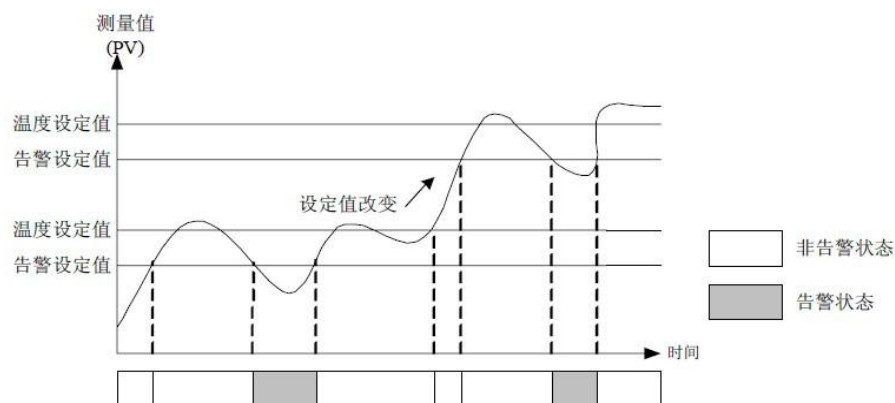

图 4-24 告警再等待示意图
3. 而再等待告警则在等待告警的基础上多等待一次，即忽略电源接通时的测量值触发的告警(等待)和设定值改变时的测量值触发的告警(再等待)，直至测量值下次触发告警，如图4-24所示。